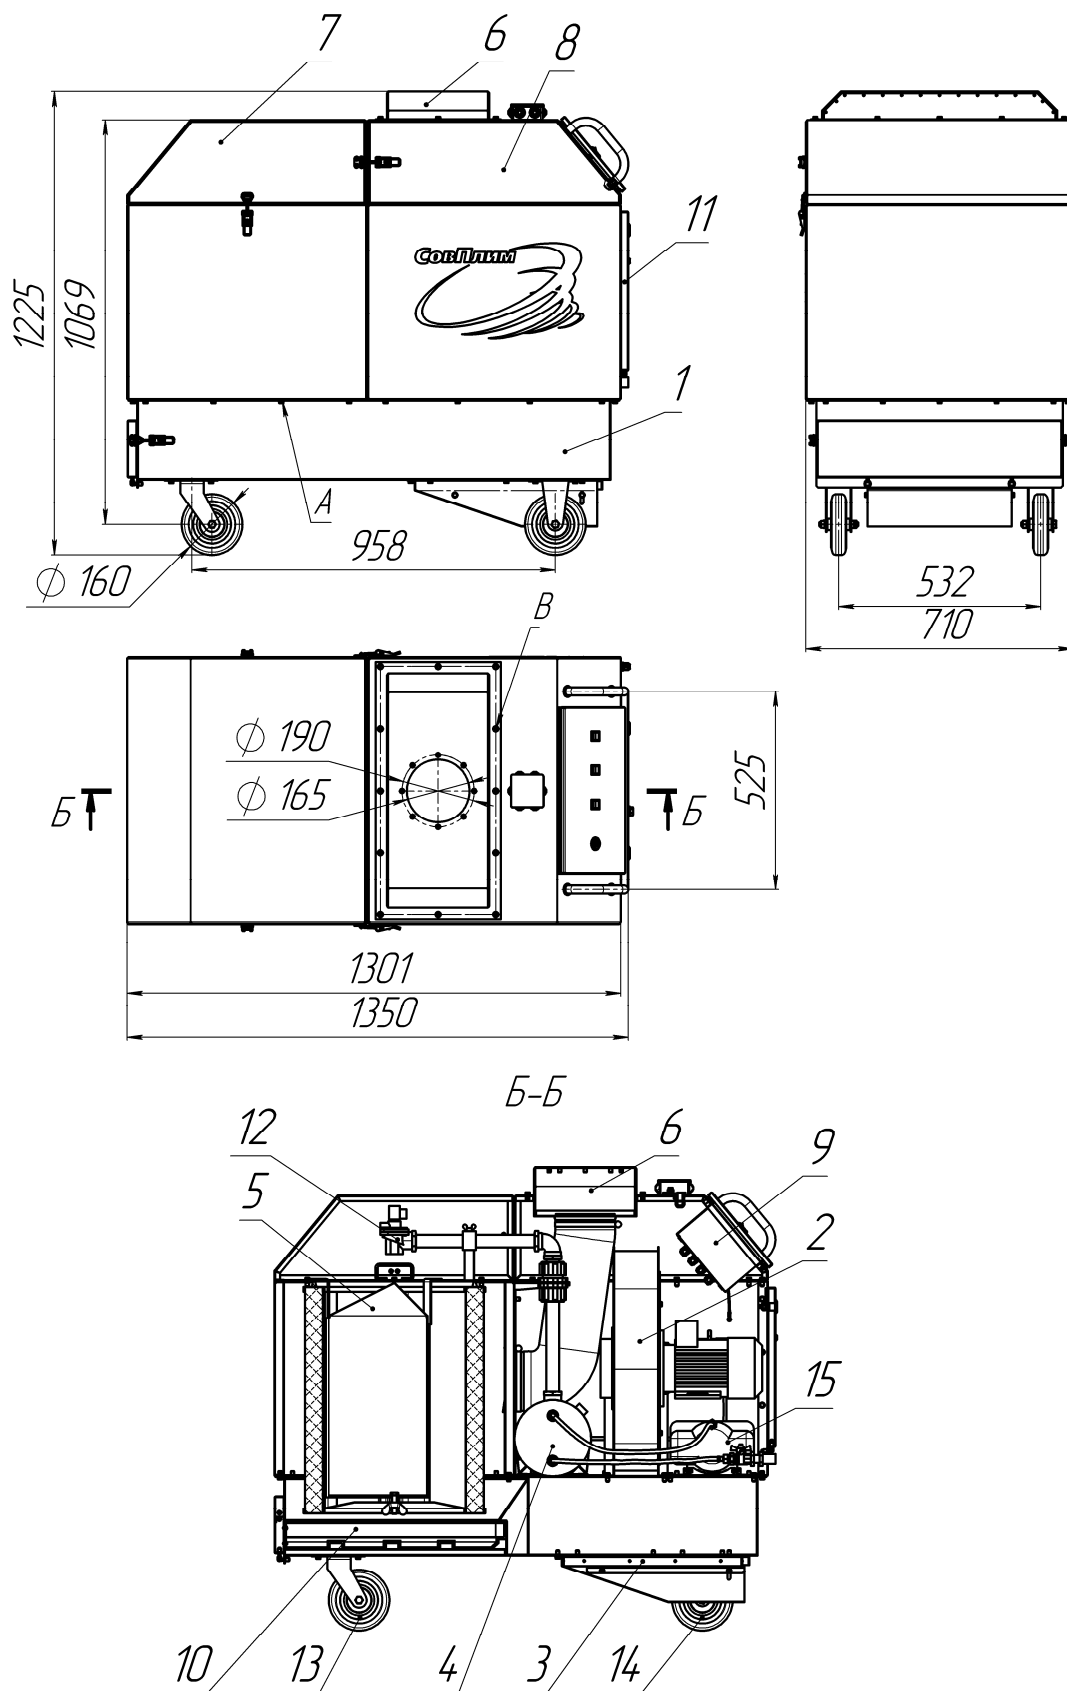

Рисунок 1
Воздух всасывается через ВУ в коллектор (6) (рисунок 1), проходит через фильтрующий блок (5), вентилятор (2) и выбрасывается через воздухораспределительное устройство в окружающее пространство. Очистка кассеты производится импульсами сжатого воздуха (источник: внешний подвод или встроенный компрессор (15)), который поступает из ресивера (4), проходит через клапан угловой электромагнитный (12) и выбрасывается во внутреннюю полость фильтрующего блока (5). Пыль после встряхивания фильтрующей кассеты ссыпается в пылесборник (10). Пульт управления (9) служит для управления и контроля работы фильтра, а также подключения подсветки одного либо двух вытяжных устройств типа КУА.
После подсоединения кабеля электропитания монтировать ВУ на коллекторе фильтра (рисунок 1, поз. 6) согласно инструкциям, изложенным в РЭ ВУ серии KUA-M, KUA-200.
В пульте управления фильтра (рисунок 1, поз. 9) установлен контроллер (рисунок 4), управляющий алгоритмом очистки фильтрующего картриджа.